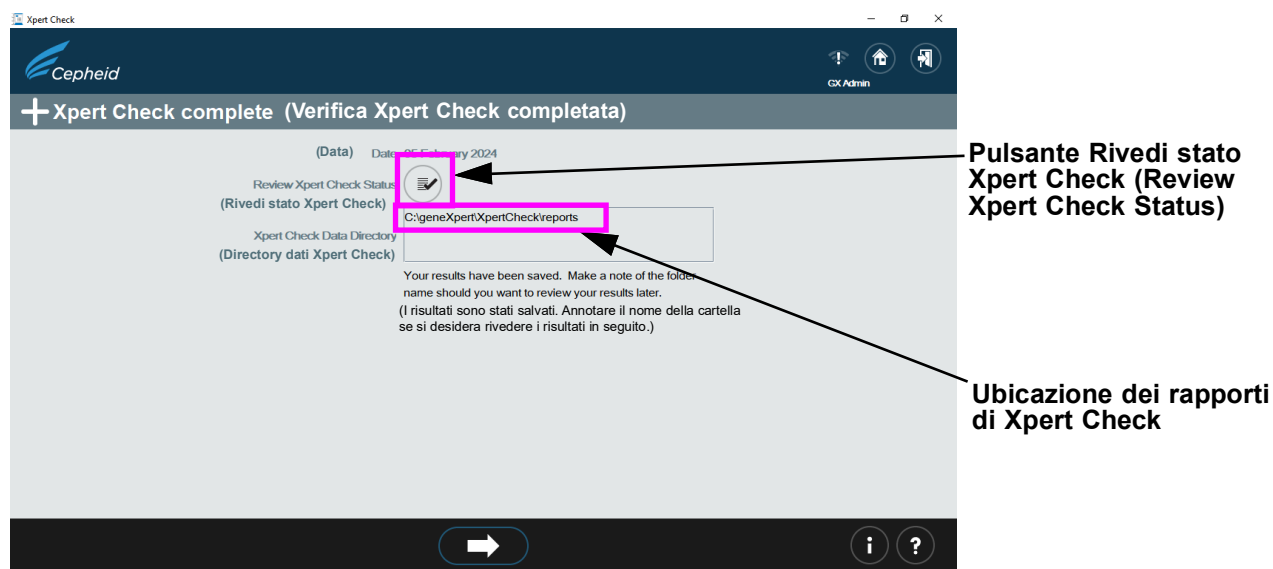

Figura 2-26. Schermata Verifica Xpert Check completata
23. Dopo l'applicazione dei codici Xpert Check a tutti i moduli che hanno superato il test (ossia i moduli verdi con il simbolo "+"), verrà visualizzata la schermata Verifica Xpert Check completata (Xpert Check complete). Vedere la Figura 2-26. Questa schermata mostra l'ubicazione del rapporto dei dati Xpert Check che può essere eventualmente consultato.
Per visionare i risultati Xpert Check, vedere il Passaggio 23 e la Figura 2-26, che indica il percorso e l'ubicazione dei file dei risultati Xpert Check e del rapporto riepilogativo di Xpert Check.